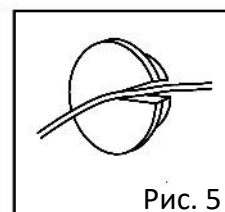

Рис. 5
7. Сделайте небольшой разрез в резиновой пробке, чтобы туда могла пройти капиллярная трубка (см. Рис. 5).
7. После закрытия температурного датчика крышкой, зафиксируйте температурный датчик под третьей полкой с помощью двух прилагаемых нейлоновых зажимов (см. Рис. 5).